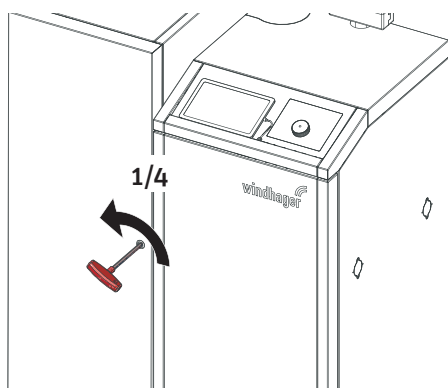

Fig. 28 Inserire la chiave a brugola, 1/4 di giro verso sinistra
- Inserire la chiave a brugola, ruotare di un quarto di giro verso sinistra – Fig. 28.